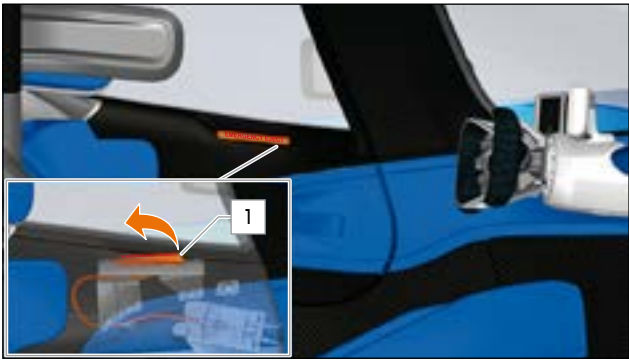

ABB.47 NOTENTRIEGELUNGSEHEL AUF DER FAHRER- UND BEIFAHRESEITE IN GEÖFFNETER STELLUNG
2. Wenn dieser Vorgang abgeschlossen ist (» Abb.47), bewegen Sie Hebel 1 (» Abb.47) in **Pfeilrichtung**, um den Mechanismus zu entriegeln.